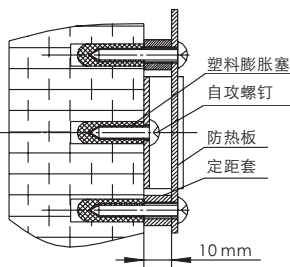

图6
- ⑦ 热水器的安装部位应是由不可燃材料建造且能承受荷重，若安装部位是可燃材料或难燃材料时，应采用隔热板隔热，隔热板与墙的距离应大于10mm，每边超出热水器100mm（图6）。排烟管穿过可燃性墙壁时，须用20mm以上的非金属不燃材料卷制或缠绕。
- ⑧ 热水器上方不得有明电线、电器设备、燃气管道。
- ⑨ 电源插座必须可靠接地，并符合标准规范要求。
- ⑩ 禁止将接地线连接在电话线、有线电视、避雷针、暖气管、燃气管、自来水管等处。
- ⑪ 当水管压力过高时，泄压阀（排水阀）保护装置将自动排水泄压，所以热水器安装处的地面应做防水处理或设排水管。